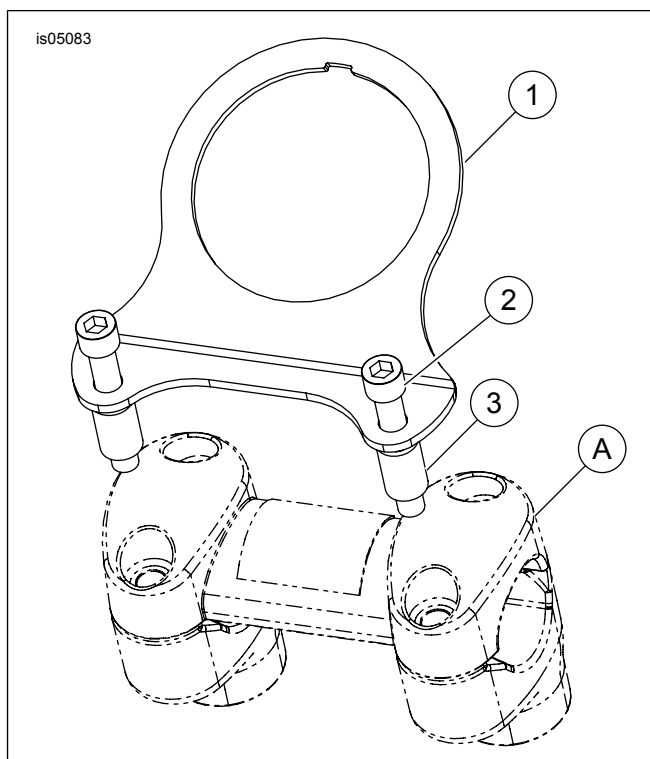

Figura 1. Peças de reposição: Kit de suporte do mini-tacômetro
Veja a Figura 1 e a Tabela 2.
1. Veja a Figura 1. Remova os dois parafusos da barra do guidom.